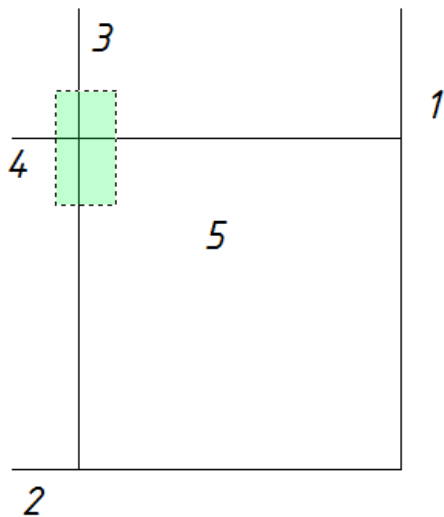

Рис.1
- командой «Подобие (смещение)», строим вертикальную линию на расстоянии $L_{c2}/2 = 22,5\text{мм}$ (линия 3), горизонтальную на расстоянии $D_{c2}/2 = 24\text{мм}$ (линия 4) и помечаем их зелёным окном 5 (справа –налево) (рис. 1);